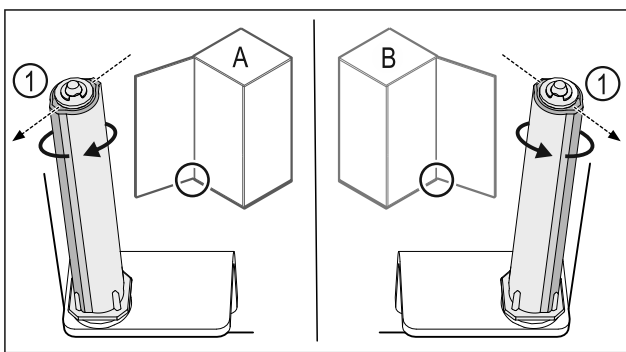

Fig. 50 Hapja majtas (A) / Hapja djathtas (B)
- Rrotulloni sistemin e mbylljes kundër rezistencës, derisa shufra e sistemit të mbylljes Fig. 50 (1) të jetë drejtuar nga jashtë.